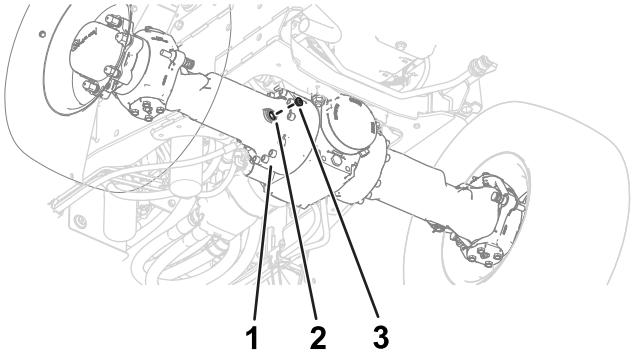
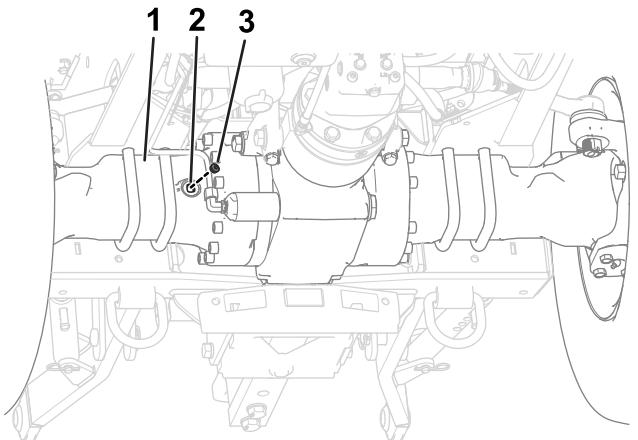

Figura 97
Figura 98
2. Rimuovete i tappi spia dal relativo foro nell'alloggiamento del differenziale dell'assale (Figura 97 e Figura 98).
3. Guardate attraverso il foro del tappo spia e controllate che il livello dell'olio nell'assale raggiunga la base della filettatura del foro (Figura 97 e Figura 98).
6. Montate il tappo spia nel relativo foro nell'alloggiamento del differenziale dell'assale (Figura 97 e Figura 98).
Nota: Fate riferimento alla Figura 98 per il foro spia dell'assale posteriore.